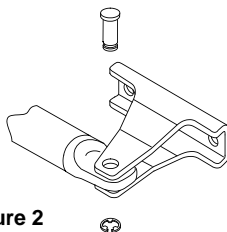
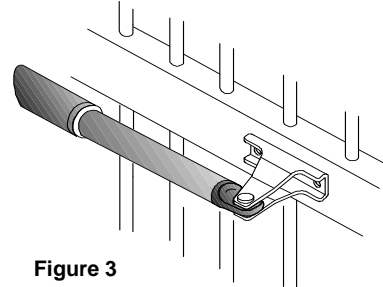

Figure 2
Figure 3
- Placer la patte d'attache sur l'embout du vérin (Figure 2) à l'aide de ses accessoires (axe et clips) puis la présenter sur le portail (Figure 3) en respectant le niveau.